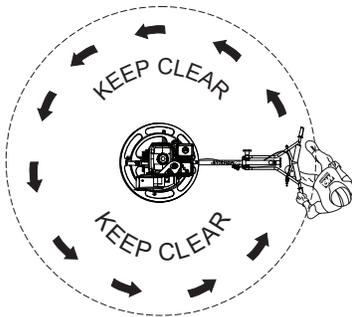

Figura 34. Prueba del interruptor de parada de seguridad centrífugo
- Párese detrás del manillar en la posición del operador (Figura 34) y gire el manillar hacia la derecha, simulando una condición descontrolada. La fuerza centrífuga debe lanzar el interruptor de seguridad hacia la posición de **APAGADO**, apagando así el motor.